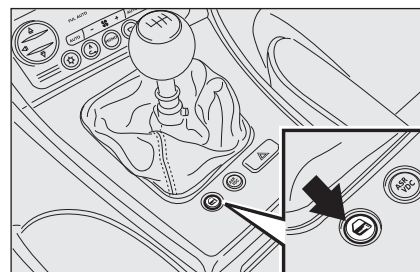

fig. 90
Con funzione attiva (ON) è comunque possibile sbloccare le serrature delle altre porte, premendo il pulsante  (fig. 90) posto sul mobiletto centrale.
Premere il pulsante  (fig. 90) per bloccare/sbloccare tutte le porte.